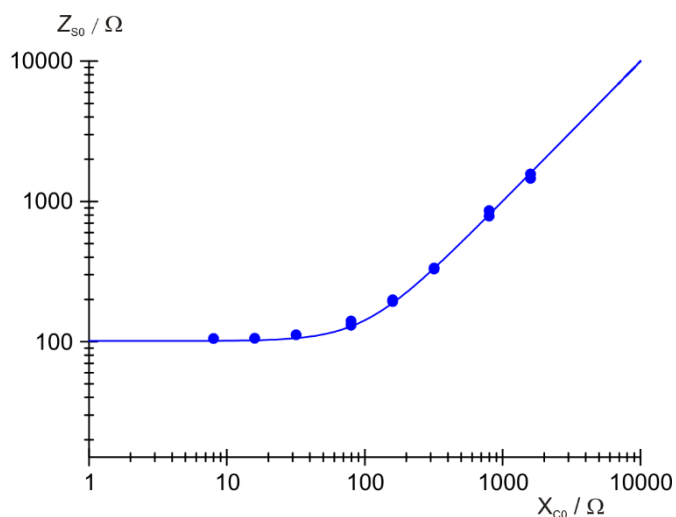

Fig. 4: Resistencia total del circuito en serie.
- Trace gráficamente los valores Z_{S0} y Z_{P0} de la resistencia total y de los desfases de φ_S y φ_P de los circuitos en serie y en paralelo en función de X_{C0} (Fig. 4 – 7).
- Calcule teóricamente los valores de Z_{S0} y Z_{P0} de la resistencia total y de los desfases φ_S y φ_P , según la ecuación (5) para el circuito en serie y la igualdad (6) para el circuito en paralelo